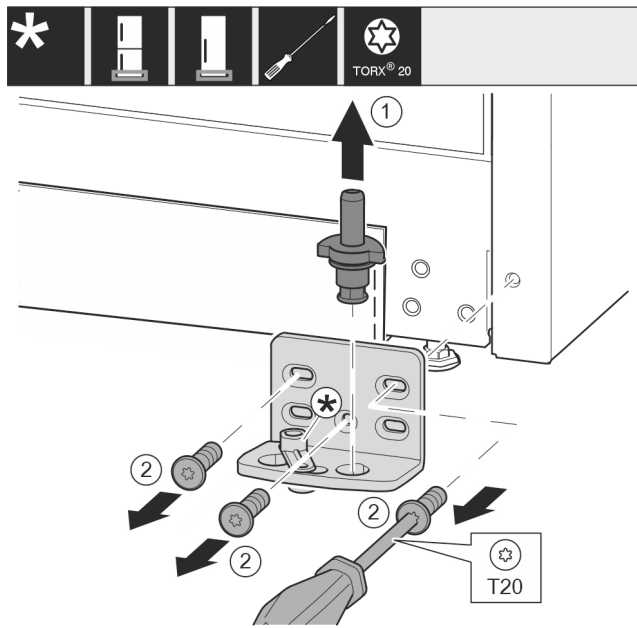

Fig. 44 *
- Retirer entièrement l'axe de palier Fig. 44 (1) par le haut.*
- Desserrer les vis Fig. 44 (2) avec un tournevis et retirer le support de palier.*